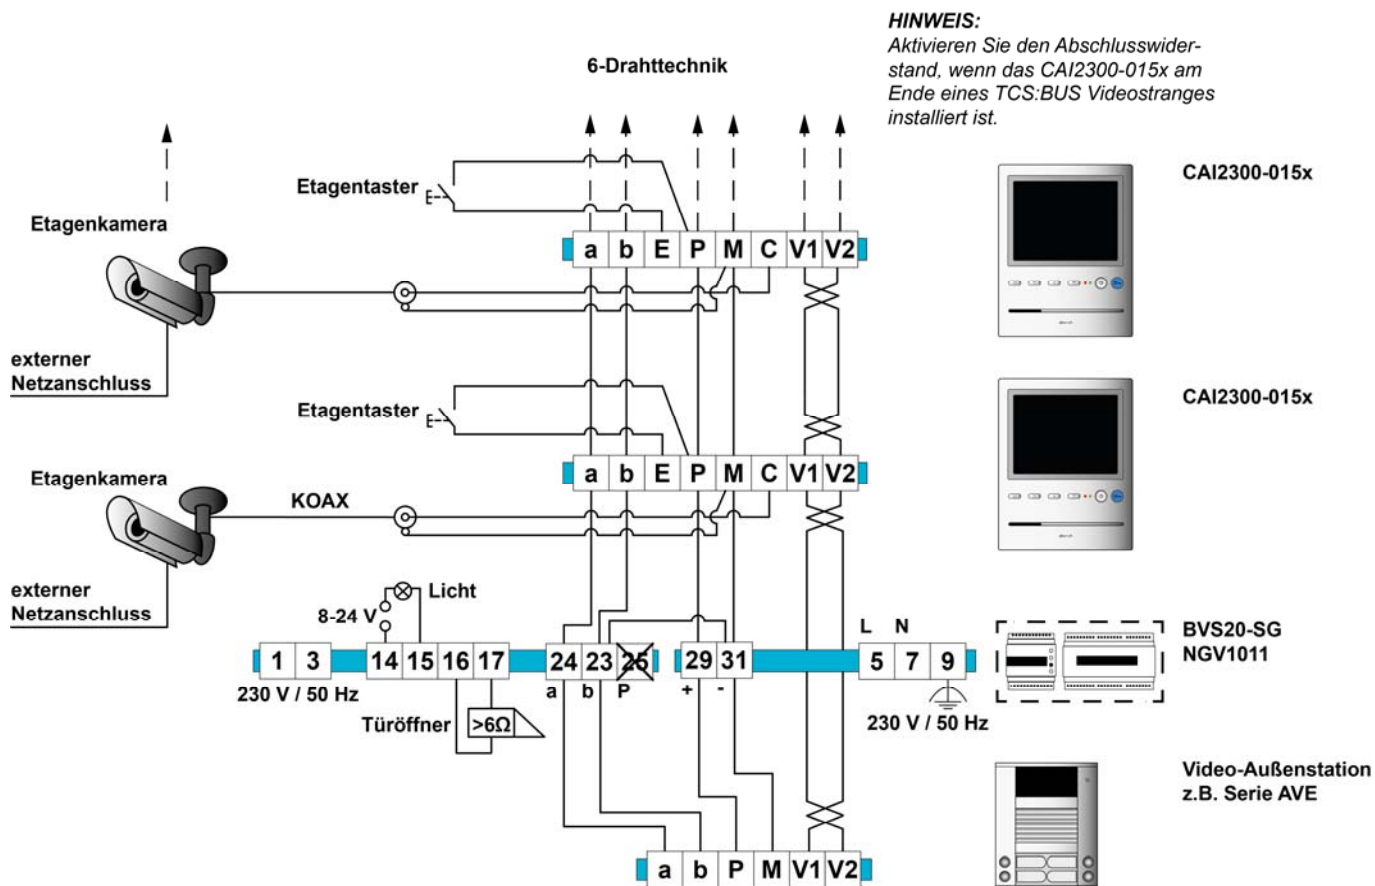

Abb. 9: Schaltungsbeispiel
- ▶ Drücken Sie die Menütaste  im Ruhezustand, um das Hauptmenü zu öffnen (Abb. 9).